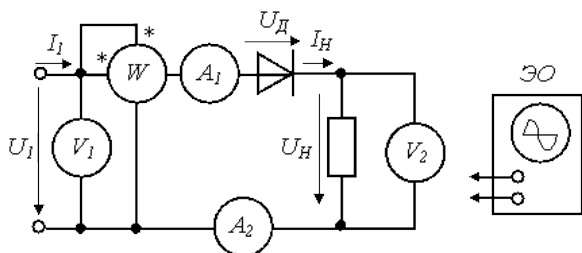

Рис. 16.1. Схема однофазного однополупериодного выпрямления
1. Собрать схему (рис. 16.1). Для измерения напряжения  $U$ , тока  $I$  и активной мощности  $P$  источника использовать приборы электромагнитной системы, а напряжения  $U_{Hcp}$  и тока  $I_{Hcp}$  нагрузки - приборы магнитоэлектрической системы, реагирующие на средние значения величин. В качестве нагрузки использовать реостат с сопротивлением 100 Ом, а в качестве диода - один из вентилях трехфазной мостовой схемы.